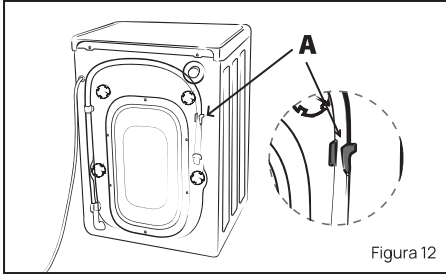

Figura 12
- Desenganche la manguera de desagote sólo de la abrazadera A. Ver figura 12